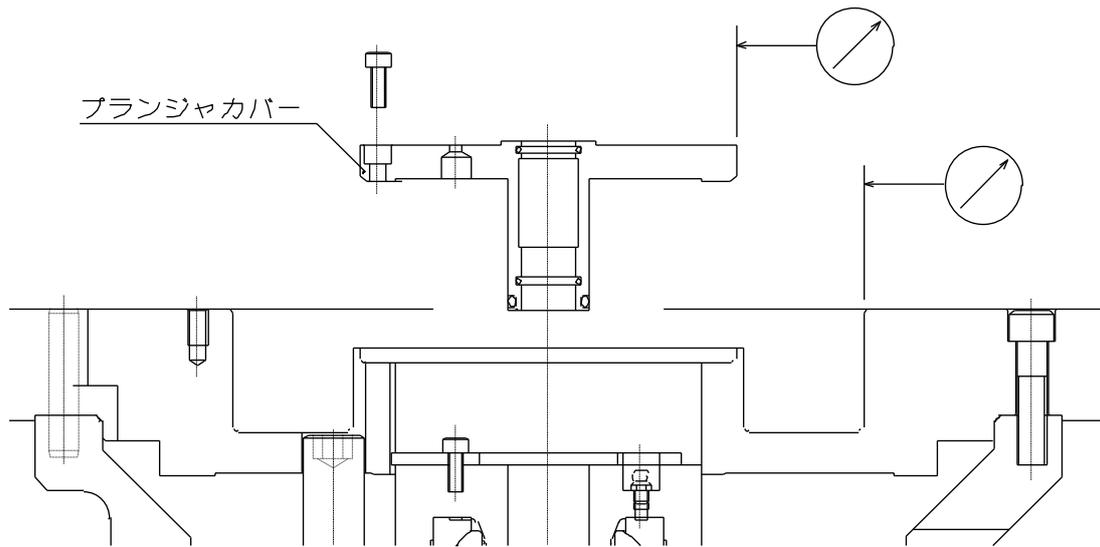

図 10
- ① 作業前に必ず機械の主電源を切ってください。また、ピストンは前進端にて作業を行います。
- ② 【01】六角穴付ボルトで【D】プランジャに【H】連結用ハンドルを取り付けます。
- ③ 【H】連結用ハンドルを回して、【D】プランジャを【C】ダイヤフラムプレートごと、ドローパイプに締めこみます。
- ④ 【03】六角穴付ボルトで【A】ボデーを取り付けます。図 10 のように径振れ 0.02mmT.I.R.以下となるように調整します。